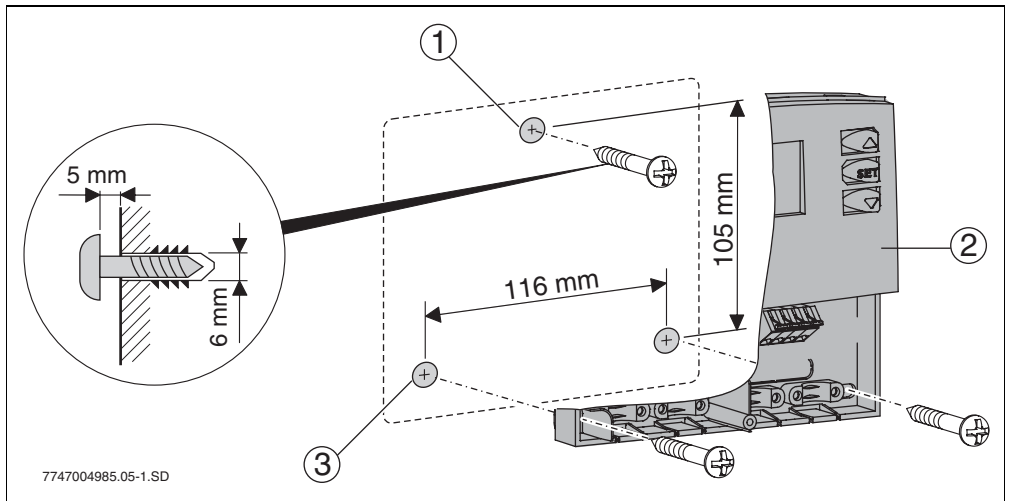

Fig. 33 Instalação do controlador na parede
- ▶ Perfurar o orifício superior de fixação (→ Fig. 33, pos. 1) e aparafusar o parafuso fornecido até 5 mm. Soltar o parafuso sob o controlador e retirar a tampa. Suspender o controlador no entalhe da caixa. Marcar o orifício inferior de fixação (→ Fig. 33, pos. 2), perfurar o orifício e colocar a bucha. Alinhar o controlador e aparafusar bem nos orifícios de fixação inferiores à esquerda e à direita.